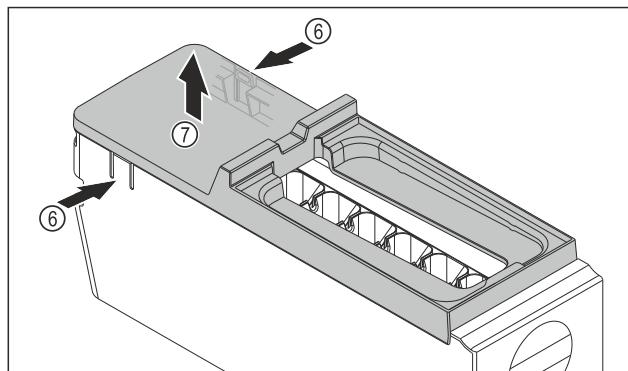

Fig. 184
- Snemite pokrov glavnega dela EasyTwist-Ice: Spone Fig. 184 (6) na obeh straneh glavnega dela EasyTwist-Ice pritisnite z eno roko.
- Pokrov Fig. 184 (7) z drugo roko dvignite in odstranite.